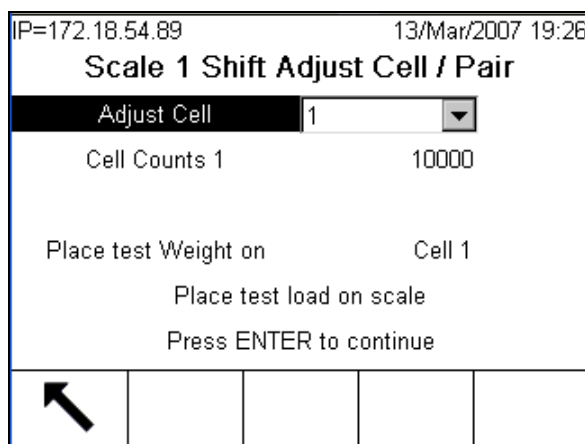

Figura 3-23: Regolazione spostamento cella/coppia
5. La schermata visualizza i conteggi della cella 1. Viene visualizzato un prompt sullo schermo (Figura 3-23):